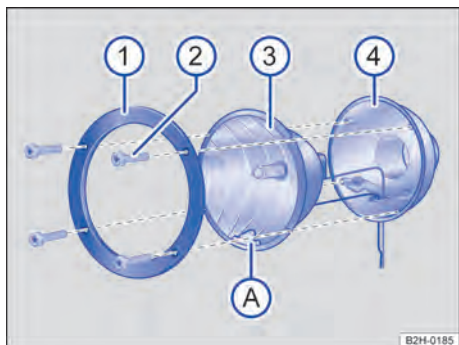

Fig. 203 Iluminação adicional no teto do veículo: desinstalar o vidro da lâmpada.
2.	Soltar os parafusos → Fig. 203  com a chave das ferramentas de bordo.
12.	Colocar a carcaça do refletor → Fig. 203  na carcaça do farol  . A marca  deve apontar para baixo →  .